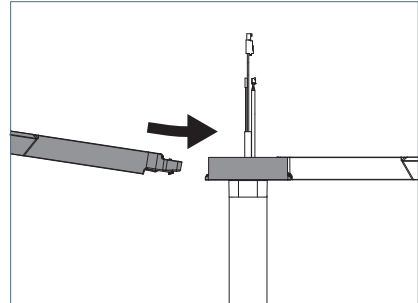

Fig. 14: Leuchtenkopf 2 montieren.
3. Stecken Sie den Tragarm des zweiten Leuchtenkopfs leicht nach unten gekippt bis zum Anschlag in den Adapter, siehe Fig. 14.